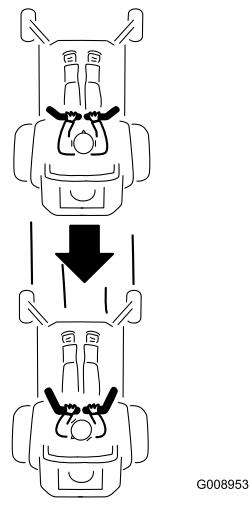

Bild 20
2. Zum Rückwärtsfahren sollten Sie nach hinten und auf den Boden schauen und die Fahrantriebshebel langsam nach hinten ziehen (Bild 20).
Wenden Sie zum Geradeausfahren auf beide Fahrantriebshebel denselben Druck an (Bild 20).